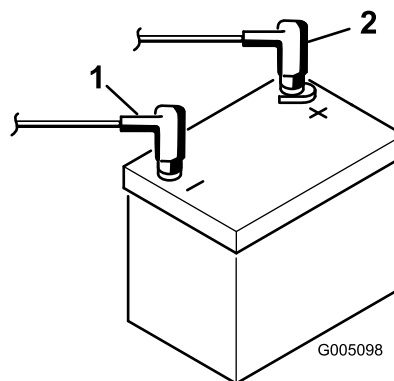

図 8
9. 赤いプラスケーブルをバッテリーのプラス端子に、黒いマイナスケーブルはバッテリーのマイナス端子にはめ、ボルトとナットで固定する 図 8。ショート防止のために端子にゴムキャップをかぶせる。